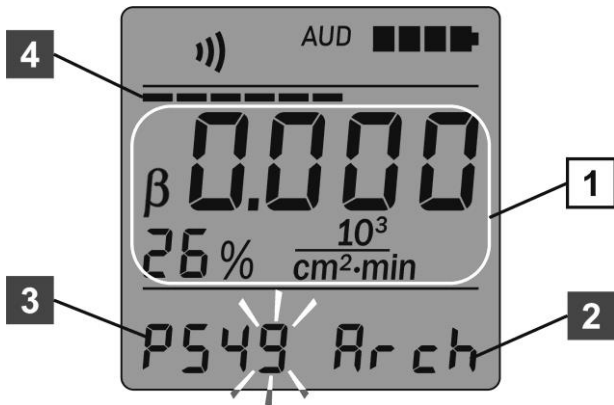

Рисунок 20 – РКІ дозиметра
Ознакою підрежиму збереження результату вимірювання є символи «Arch» (2) на РКІ дозиметра (рисунок 20). У цьому підрежимі на РКІ відображаються результат вимірювання (1) та номер об'єкта вимірювання (3), що будуть збережені в енергонезалежній пам'яті. Стан енергонезалежної пам'яті дозиметра відображається на індикаторі миттєвого значення (4). При відсутності даних в енергонезалежній пам'яті на індикаторі підсвічується тільки перший сегмент. При повністю заповненій пам'яті – підсвічуються всі сегменти.